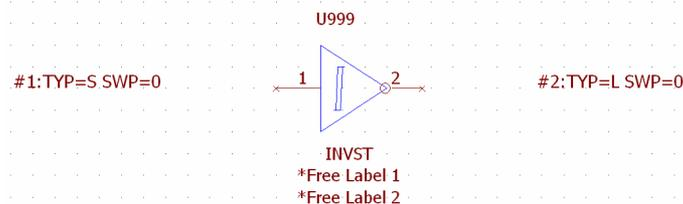

图 5-38 保存后的元件
(3) 单击“确定”按钮完成元件的保存。本实例将前面所创建的元件保存为 74LS14，门为 INVST。保存后的元件如图 5-38 所示。
创建并保存了元件后，REF 变成了 U999 字符，表示该元件的参考编号，即在插入到原理图中的流水编号。注意，图 5-38 中的元件并没有设置引脚名。
上一节详细讲述了如何创建一个元件，但是还没有设置任何电气属性。任何一个有效的元件必须具有基本的电器属性，如门、引脚、PCB 封装和信号等。下面就以图 5-38 为例讲述如何为元件设置电气属性，即设置元件的类型。